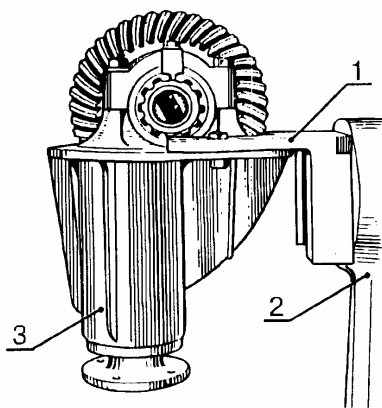

Рис.3.
4.1 Установить на кронштейн 1, рис.3, стенда 2 редуктор 3 (стенд Ач.22204, кронштейн Ач.22206/4, ключ гаечный 17 - 2шт.):